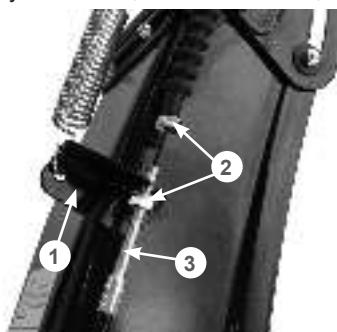

Рис. 21 Установка оболочки троса управления дефлектором жёлоба
- скрутите крайнюю гайку 2 с регулировочной муфты 3 троса и позвольте ей свободно болтаться на тросе (Рис. 21);
- одной рукой максимально наклоните дефлектор жёлоба вперёд, а второй рукой продените трос через прорезь в кронштейне 1, после чего вставьте регулировочную муфту троса в отверстие в кронштейне 1 (Рис. 21). Гайки крепления оболочки троса после этого должны оказаться по разные стороны кронштейна, как показано на Рис. 21. Закрутите гайки, не затягивая их;